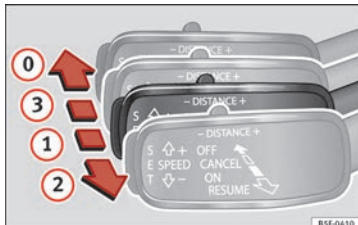

Bild 197 Till vänster om rattstången: Tredje spaken för användning av den adaptiva farthållaren.
- Dra spaken till läge **1** » **bild 197. ACC standby** visas på den vanliga instrumentpaneldisplayen.